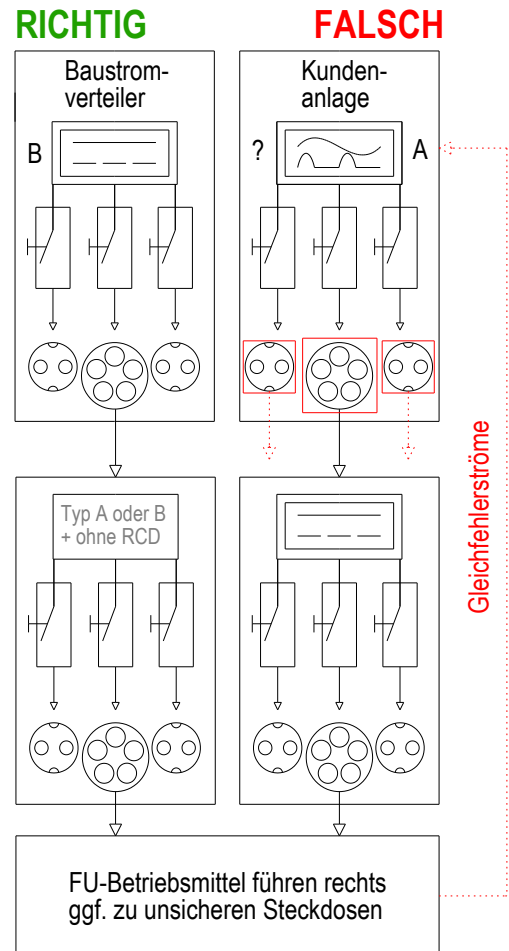

Abbildung 3: Kleinverteiler
- 125A-Steckdosen müssen vom Typ B sein, wenn daran ein Kran (FU) betrieben wird.
- Niemals darf ein Typ B (in Stromflussrichtung) hinter einem Typ A installiert sein (Abb.3).
Kleinverteiler (Abb. 3) ohne RCD oder mit einer RCD vom Typ A oder B dürfen in Baustromversorgungsanlagen „hinter“ einer schützenden RCD vom Typ B eingesteckt werden.